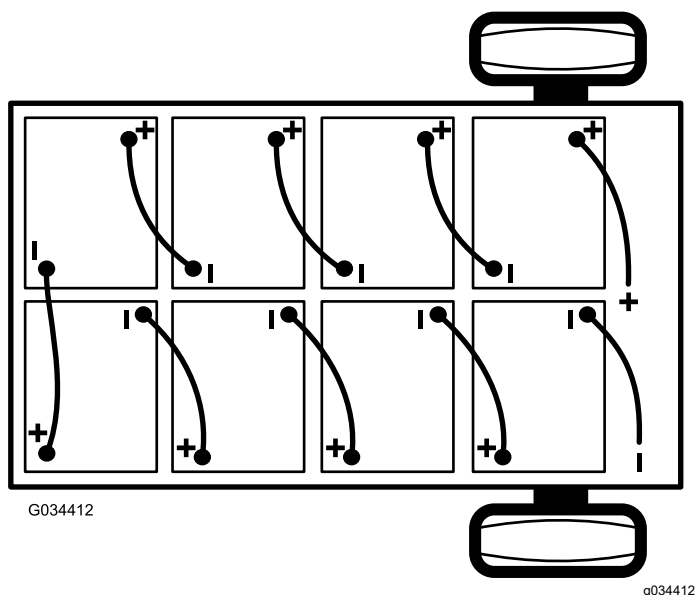

Bild 40
2. Schließen Sie das Hauptminuskabel (schwarz) ab, mit dem die Batterien an der Erdungsstelle der Maschine angeschlossen sind (**Bild 40**).
3. Schließen Sie das Hauptpluskabel (rot) der Batterie ab, mit dem die Bank der Batterien am Hauptanschluss der Maschine angeschlossen ist (Bild 40).
Hinweis: Achten Sie auf die Batteriepolartität, wenn Sie neue Batterien einsetzen (Bild 40).
6. Schließen Sie die Batterien mit den Batterieverbundungskabeln, die Sie in Schritt 1 entfernt haben, zusammen, wie in Bild 40 abgebildet.
2. Schließen Sie das Hauptpluskabel (rot) der Batterie zwischen der Bank der Batterien und der Maschine an (Bild 40).
3. Schließen Sie das Hauptminuskabel (schwarz) zwischen den Batterien und der Maschine an (Bild 40).